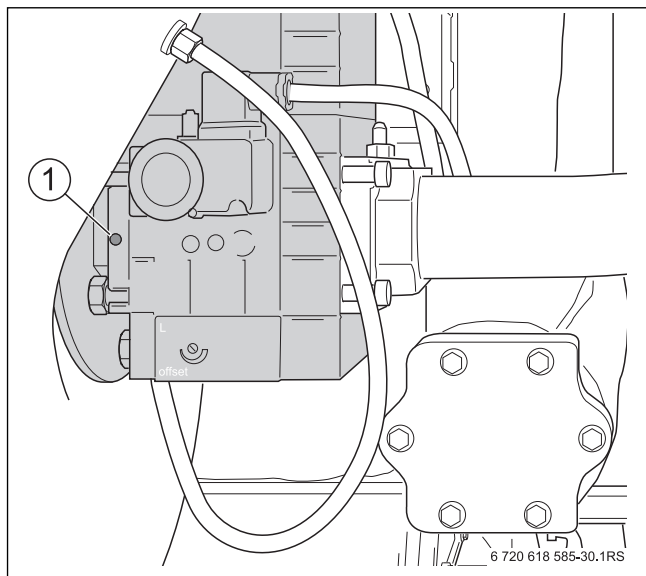

Рис. 32 Проверка содержания CO_2 при полной нагрузке
- ▶ При содержании CO_2 меньше 8,5 % или выше 9,6 % установите регулировочным винтом большой нагрузки 9,1 % (см. рис. 32).